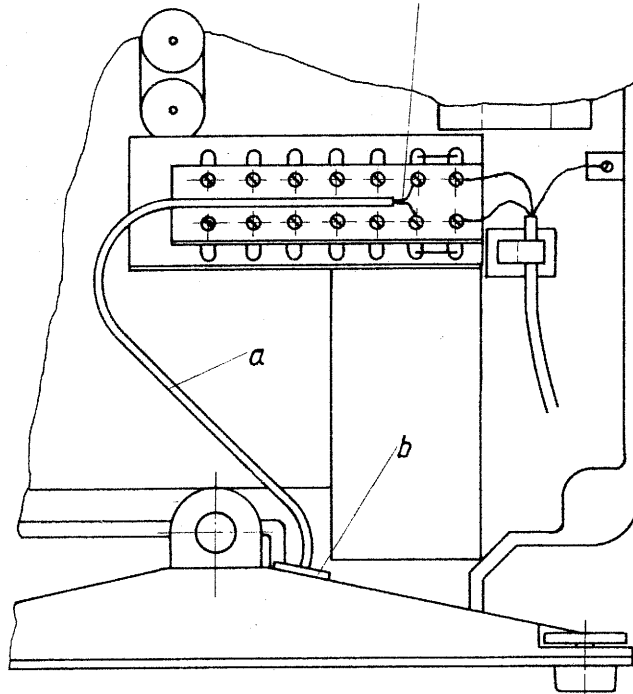
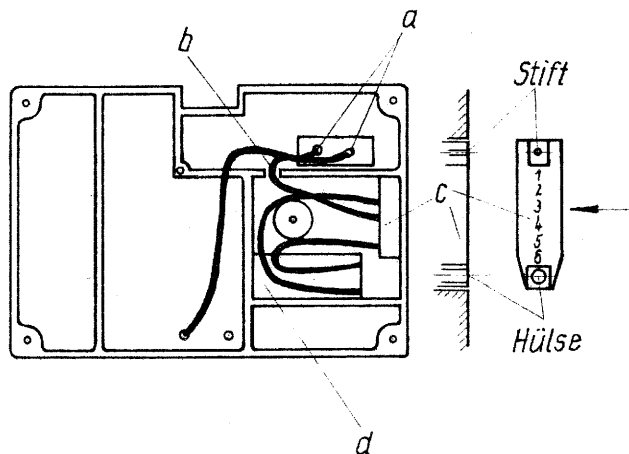

Abb. 3
Abb. 4
3. Verbindungskabel zum Unterteil a. (Abb. 3) von der Motorklemmenleiste lösen, durch die Isolierbuchse b. im Unterteil herausziehen und von der Klemmenleiste an der Pilotlampe a. (Abb. 4) abklemmen.
6. Verbindungskabel b. (Abb. 4) von Klemme a. (Abb. 4) lösen.
7. Buchsenleiste c. (Abb. 4) abschrauben und durch den Durchbruch d. (Abb. 4) des Projektorunterteiles herausziehen.